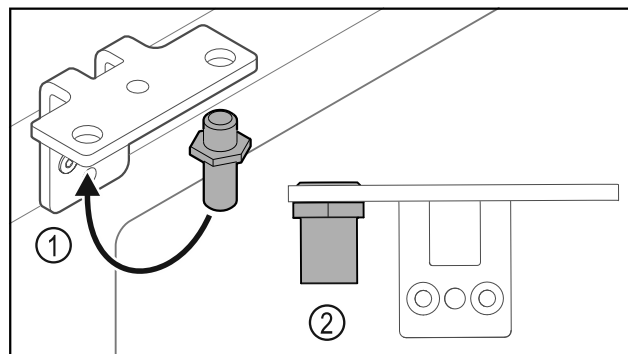

Fig. 29
- ▶ Μεταφέρετε τον πείρο Fig. 29 (1) στη γωνία μεντεσέ.
- ▶ Σφίξτε τον πείρο Fig. 29 (2) με ροπή 12 Nm.